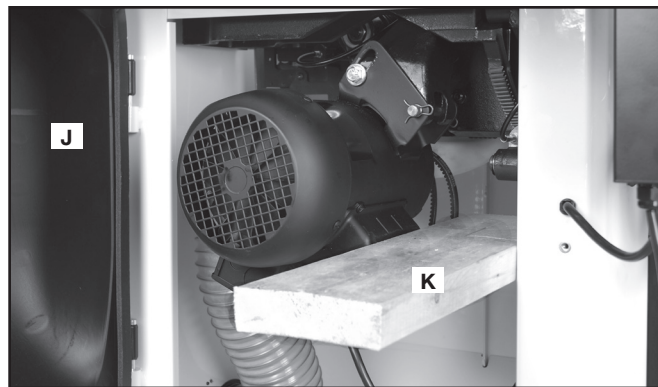

FIG. 86
1. Abra la cubierta del motor (J), Fig. 86.
2. Coloque una pieza de madera (K), Fig. 86, entre el motor y el gabinete de la sierra.
4. Levante el eje de la sierra levemente y retire la madera (K), Fig. 86.